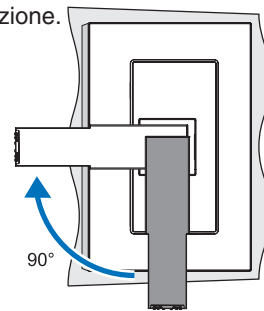

Figura 1
1. Sistemare il monitor a faccia in giù su una superficie non abrasiva (**Figura 1**).
2. Ruotare il supporto del monitor di 90 gradi come mostrato nella **Figura 1**.